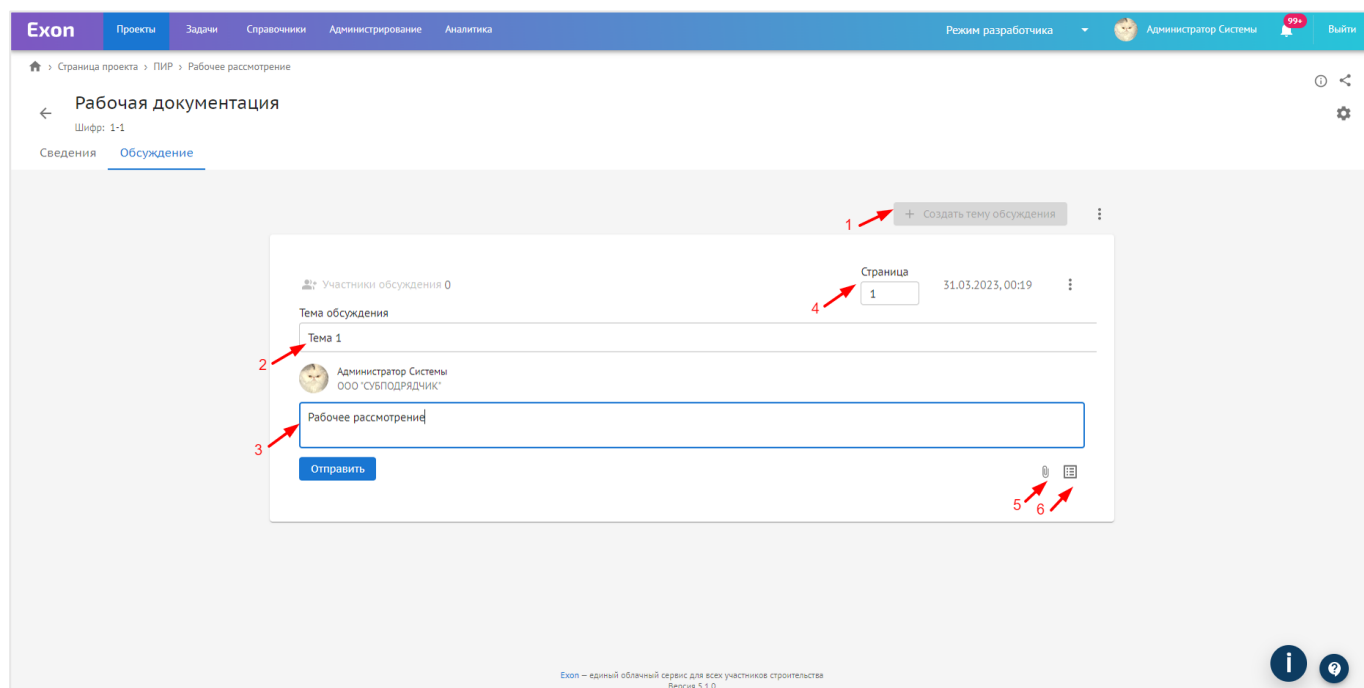

Рис. 107 - Тема обсуждения
6. Для создания обсуждения необходимо нажать на активную кнопку (1), тема обсуждения нумеруется автоматически, с возможностью редактирования (2), далее заполняется поле для описания вопроса (3), указывается страница документа, к которой необходимо привязать данную тему обсуждения (4), к каждому комментарию можно прикрепить файл с устройства (5) и создать шаблон для однотипных комментариев (6) (рис. 107).